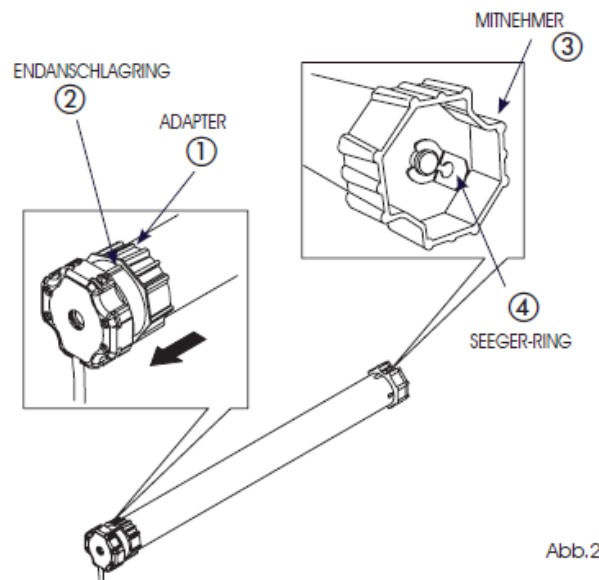

Abb.2
1. Den Adapter (Abb.2, Bez.1) so weit über das Motorrohr schieben, bis er vollständig in der im Endschaltring enthaltenen Führung festsetzt (Abb.2, Bez.2). Den Mitnehmer (Abb.2, Bez.3) auf die Motorwelle stecken und mit dem im Lieferumfang enthaltenen Seeger-Ring sichern. (Abb.2, Bez.4).